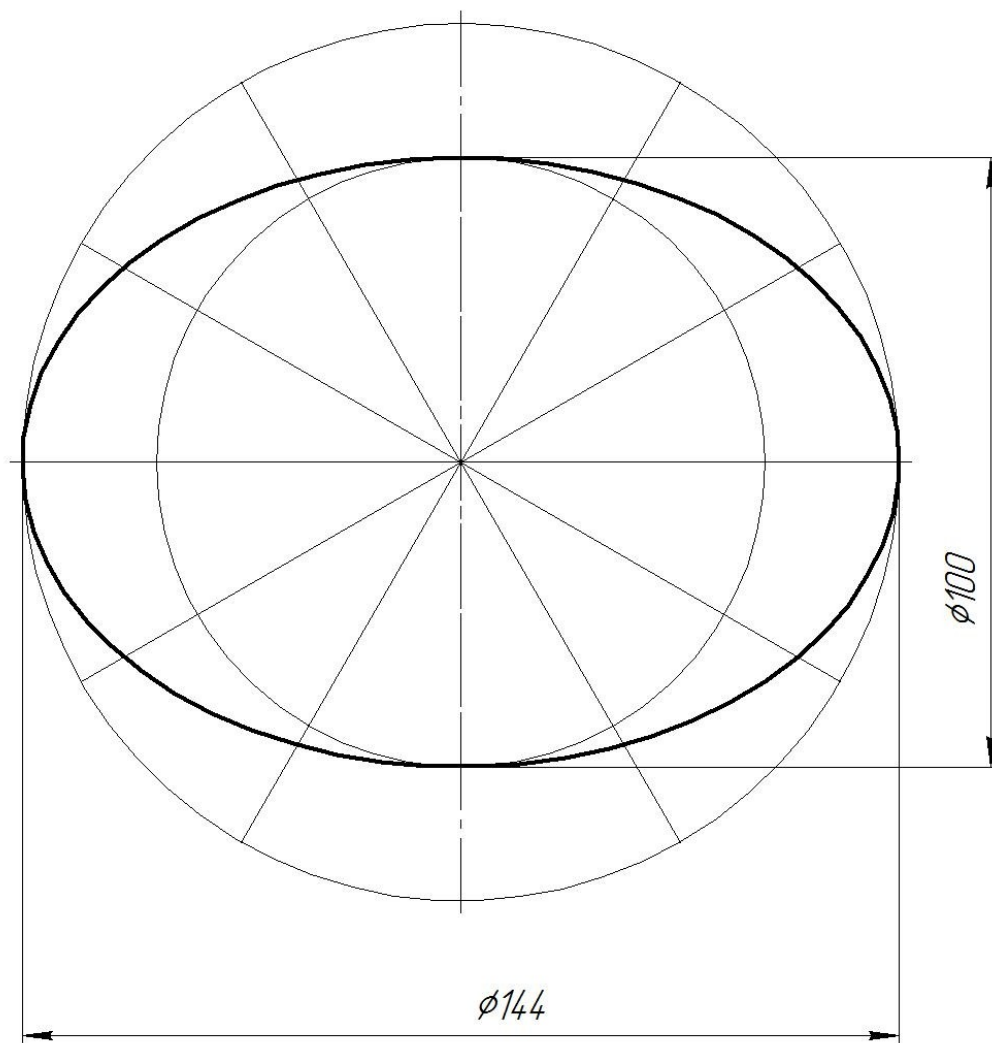

Рисунок 6. Образец выполненной работы.
4. Выполнить чертеж детали (рисунок 6) содержащий различные виды сопряжений
- обвести по лекалу по точкам линию эллипса. Пример готовой работы смотри рисунок 6.